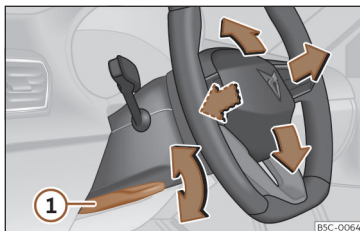

Fig. 84 Alavanca na parte inferior do lado esquerdo da coluna de direção
- Puxe a alavanca >>> **Fig. 84 ①** para baixo, mova o volante até à posição desejada e volte a subir a alavanca até ao ponto de fecho.
- Após ajustar a coluna da direção, empurre firmemente a alavanca >>> **Fig. 84 ①** para cima para que o volante não mude de posição acidentalmente durante o andamento.